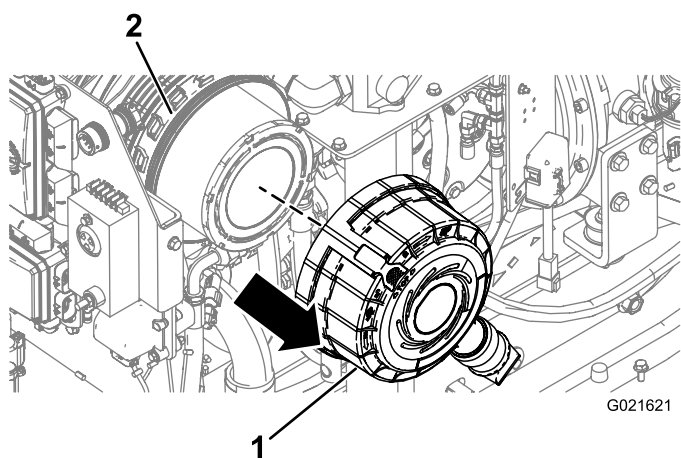

Figura 80
7. Puxe e retire a tampa do corpo do filtro de ar (Figura 80).
3. Alinhe a tampa do filtro do purificador de ar com o corpo (Figura 80).